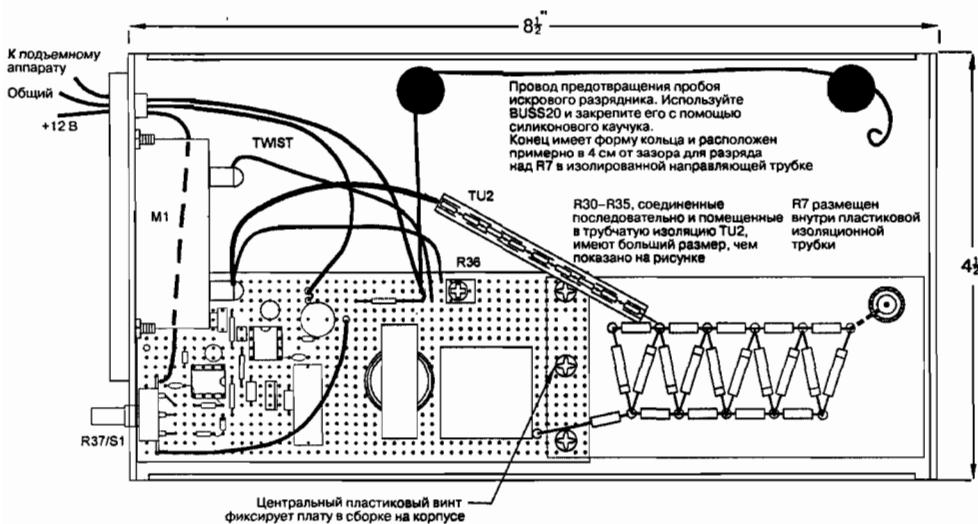
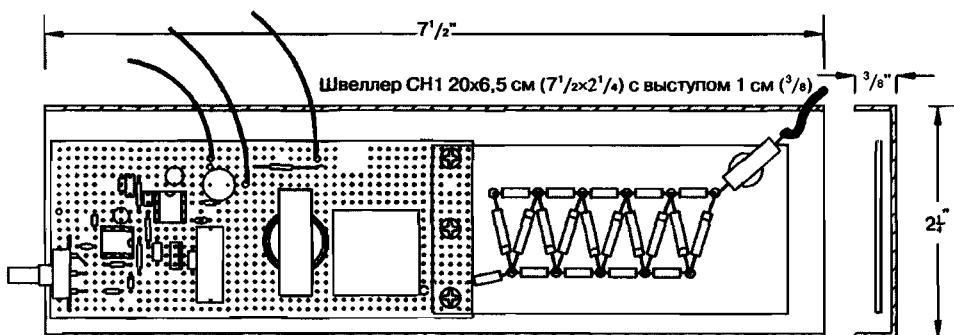

Рис. 1.8. Общий вид окончательной сборки с указанием размеров чехла
Рис. 1.10. Альтернативный вариант модуля GRA10 с разводкой печатной платы в сборе без измерителя М1
7. Изготовьте швеллер из пластика толщиной 0,15 см. Прикрепите его к плате, приклейте углы силиконовым клеем. Вы можете также поместить устройство в пластмассовую коробку нужного размера, как показано на рис. 1.8 и 1.9. Более простой вариант чехла, который не включает измеритель M1, показан на рис. 1.10.